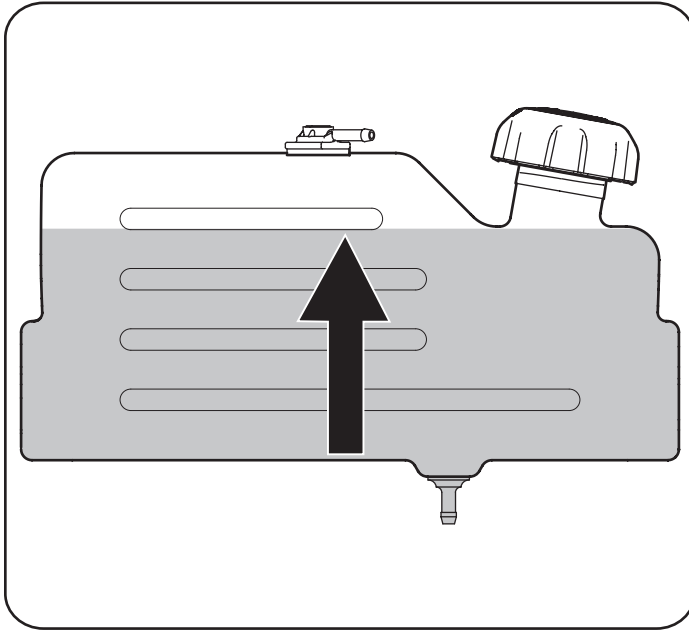

Figura 8
2. Cargue el depósito de combustible con gasolina. Sólo se debe utilizar gasolina limpia, nueva (con menos de 30 días de antigüedad) y sin plomo. Llene el depósito hasta la base del cuello de llenado dejando espacio para la dilatación del combustible. **NO LLENE EL DEPÓSITO DE COMBUSTIBLE AL MÁXIMO.** Consulte la Figura 8.